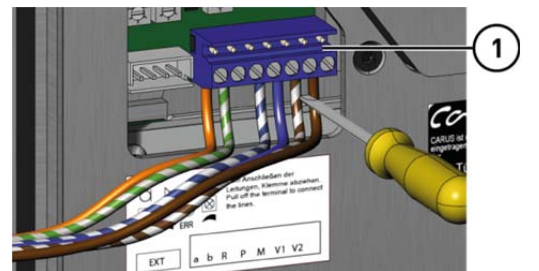

Abb. 8: Anschlussklemme aufstecken
- ▶ Stecken Sie die Anschlussklemme **(1)** wieder auf die Platine (Abb. 8).